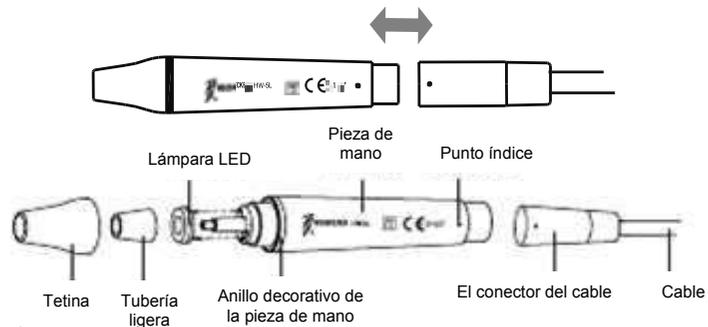

Ilustración 2
1.4.2 Los componentes de la pieza manual desmontable se muestran en la Ilustración 2: